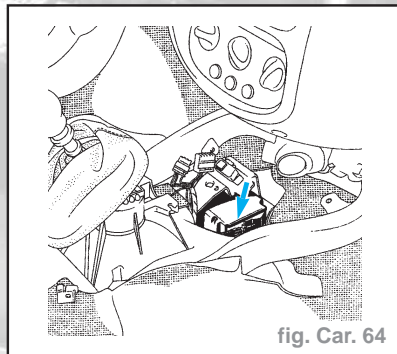

fig. Car. 64
- Il est situé sur le tunnel dans la console centrale (fig. Car. 64).